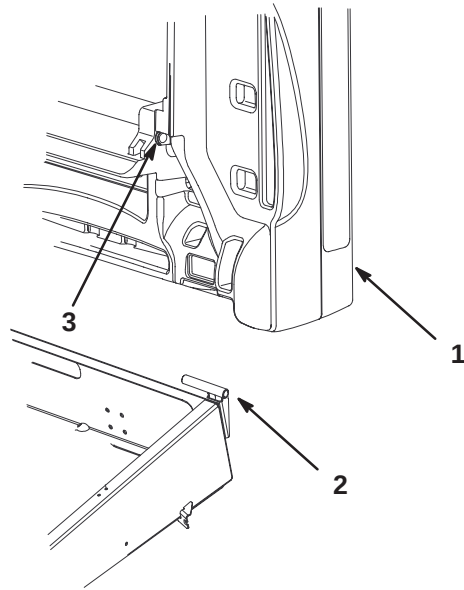

Figure 9
3. Glissez le trou de montage du plateau de chargement sur le pivot (Fig. 9).